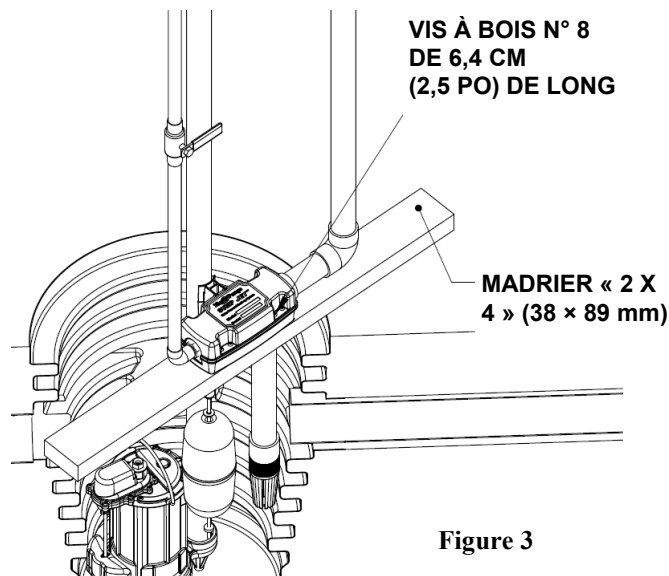

Figure 3
- 3-16** Pour pouvoir remettre le couvercle de puisard en place, des trous et dégagements supplémentaires doivent être découpés pour le passage du tuyau d'aspiration et de la tige de flotteur de la pompe **SumpJet**®. Utiliser le gabarit fourni de la Figure (4) à la fin de ce manuel.
- 3-17** Si la pompe de secours **SumpJet**® ne peut pas être montée sur le tuyau d'évacuation de la pompe d'assèchement, il est possible de poser **SumpJet**® sur un support en bois. Découper des trous, tel qu'indiqué à la figure (4) à la fin du manuel. La **SumpJet**® comporte 4 trous de vis pouvant être utilisés pour la fixer sur le bois. Utiliser des vis à bois n° 8 de 6,4 cm (2,5 po) de long. Voir Figure 3.